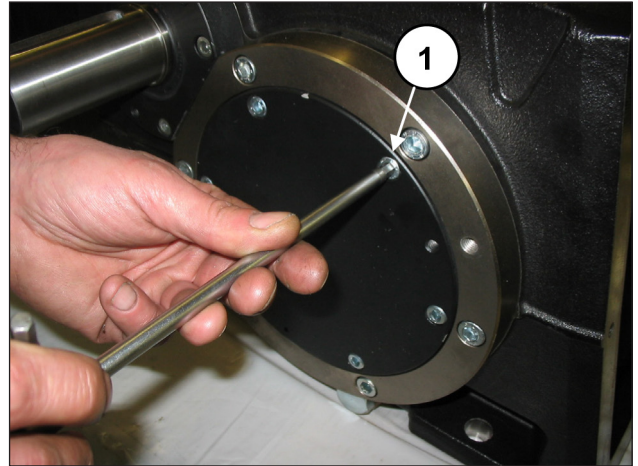
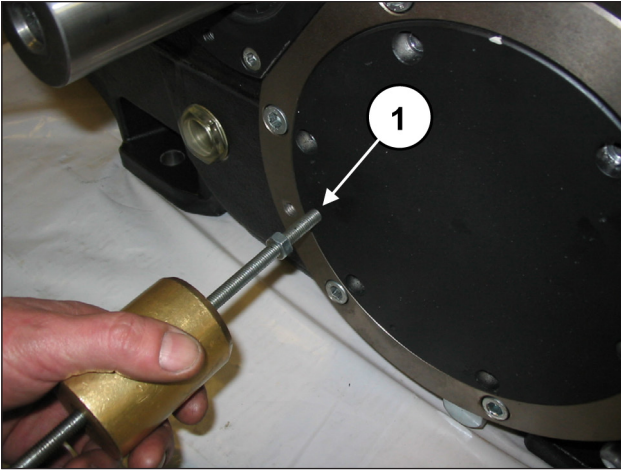

Fig. 10
Fig. 11
Démontez ensuite les deux couvercles du coussinet en dévissant les vis correspondantes (rep. ①, Fig. 10). Pour faciliter le démontage, utiliser 2 goujons ou vis M8 (rep. ①, Fig. 11) faisant office d'extracteurs. Dégager le joint torique et le remplacer si nécessaire.